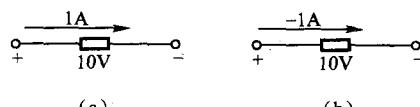

图 1-8 例 1.1 图
**例 1.1** 试判断图 1-8 (a)、(b) 中元件是发出功率还是吸收功率。
解：在图 1-8 (a) 中电压、电流是关联参考方向，且  $P = UI = 10W > 0$ ，元件吸收功率。
在图 1-8 (b) 中电压、电流是关联参考方向，且  $P = UI = -10W < 0$ ，元件发出功率。